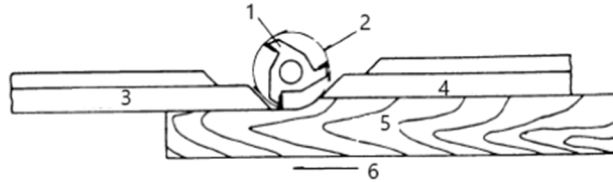

Figura 3
3. A cerca frontal deve ser avançada para entrar em contato com a obra, conforme mostrado na figura 3. A cerca traseira ficará então alinhada com o círculo de corte.